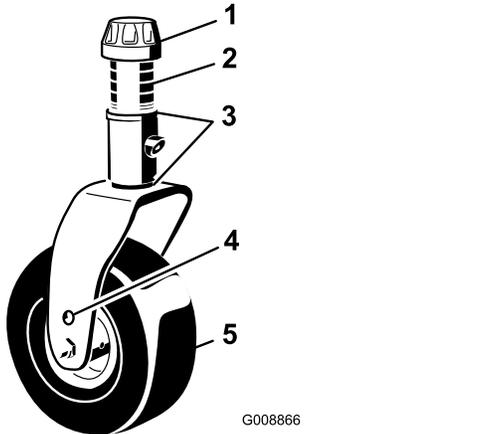

Figura 73
- Retire el casquillo tensor del eje y deslice el eje fuera del brazo de la rueda giratoria (Figura 73).